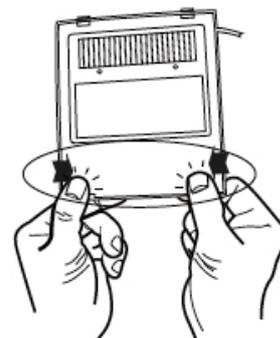

Fig.9
- d. Exercez une pression sur les deux coins du cadre de retenue de la lentille jusqu'à ce qu'il s'enclenche en position (Fig. 9).